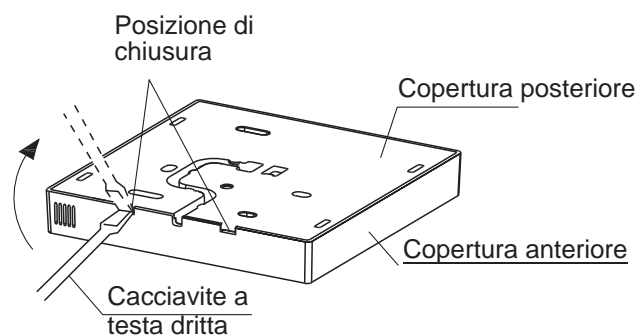

Fig 3-2
- Inserire un cacciavite a fessura nelle fessure nella parte inferiore del telecomando cablato (2 posti) e rimuovere la parte superiore del telecomando controller.(Fig.3-2)